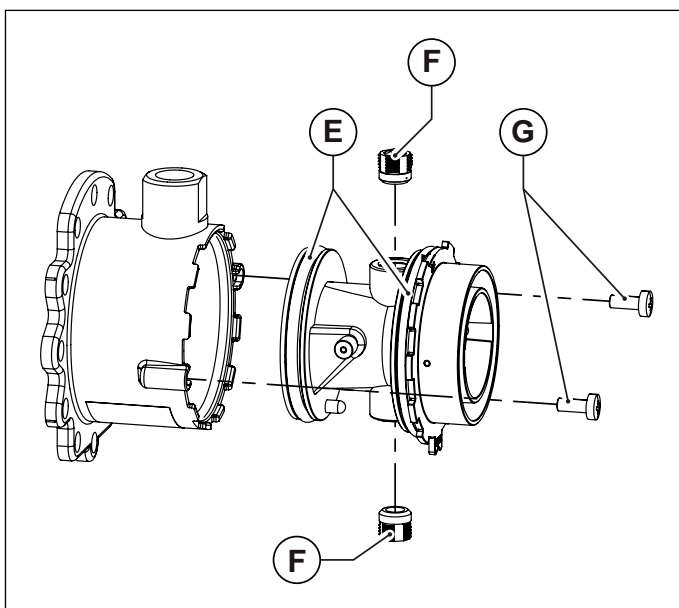

Fig. 34 Corpul din plastic al amestecătorului
- Desfaceți corpul din plastic al amestecătorului, deșurubând cele două șuruburi de fixare (vezi Fig. 34 Corpul din plastic al amestecătorului).
- Desfaceți cele două duze ale amestecătorului utilizând o cheie cu imbus de 6 mm (vezi Fig. 34 Corpul din plastic al amestecătorului).
- Montați din nou corpul din plastic (Venturi) introducându-l în amestecător și înșurubând șuruburile de fixare, având grijă să nu deteriorați garniturile inelare montate la extremitățile corpului din plastic (vezi Fig. 34 Corpul din plastic al amestecătorului) și să respectați orientarea montajului (vezi Fig. 35 Orientare pentru montaj).
- Montați amestecătorul reasamblat la ventilator cu șuruburile cu imbus, având grijă să repoziționați între amestecător și ventilator, garnitura inelară de etanșare (vezi Fig. 34 Corpul din plastic al amestecătorului).
- Montați amestecătorul reasamblat la ventilator cu șuruburile cu imbus, având grijă să re poziționați între amestecător și ventilator, garnitura inelară de etanșare (vezi Fig. 34 Corpul din plastic al amestecătorului).